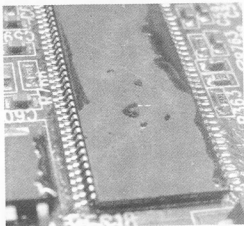

图 4-18 焊接完成
(7) 焊接完毕认真检查是否有虚焊、连锡等，若有虚焊，只需补焊一下就可以了。最后清洗干净，如图 4-18 所示。